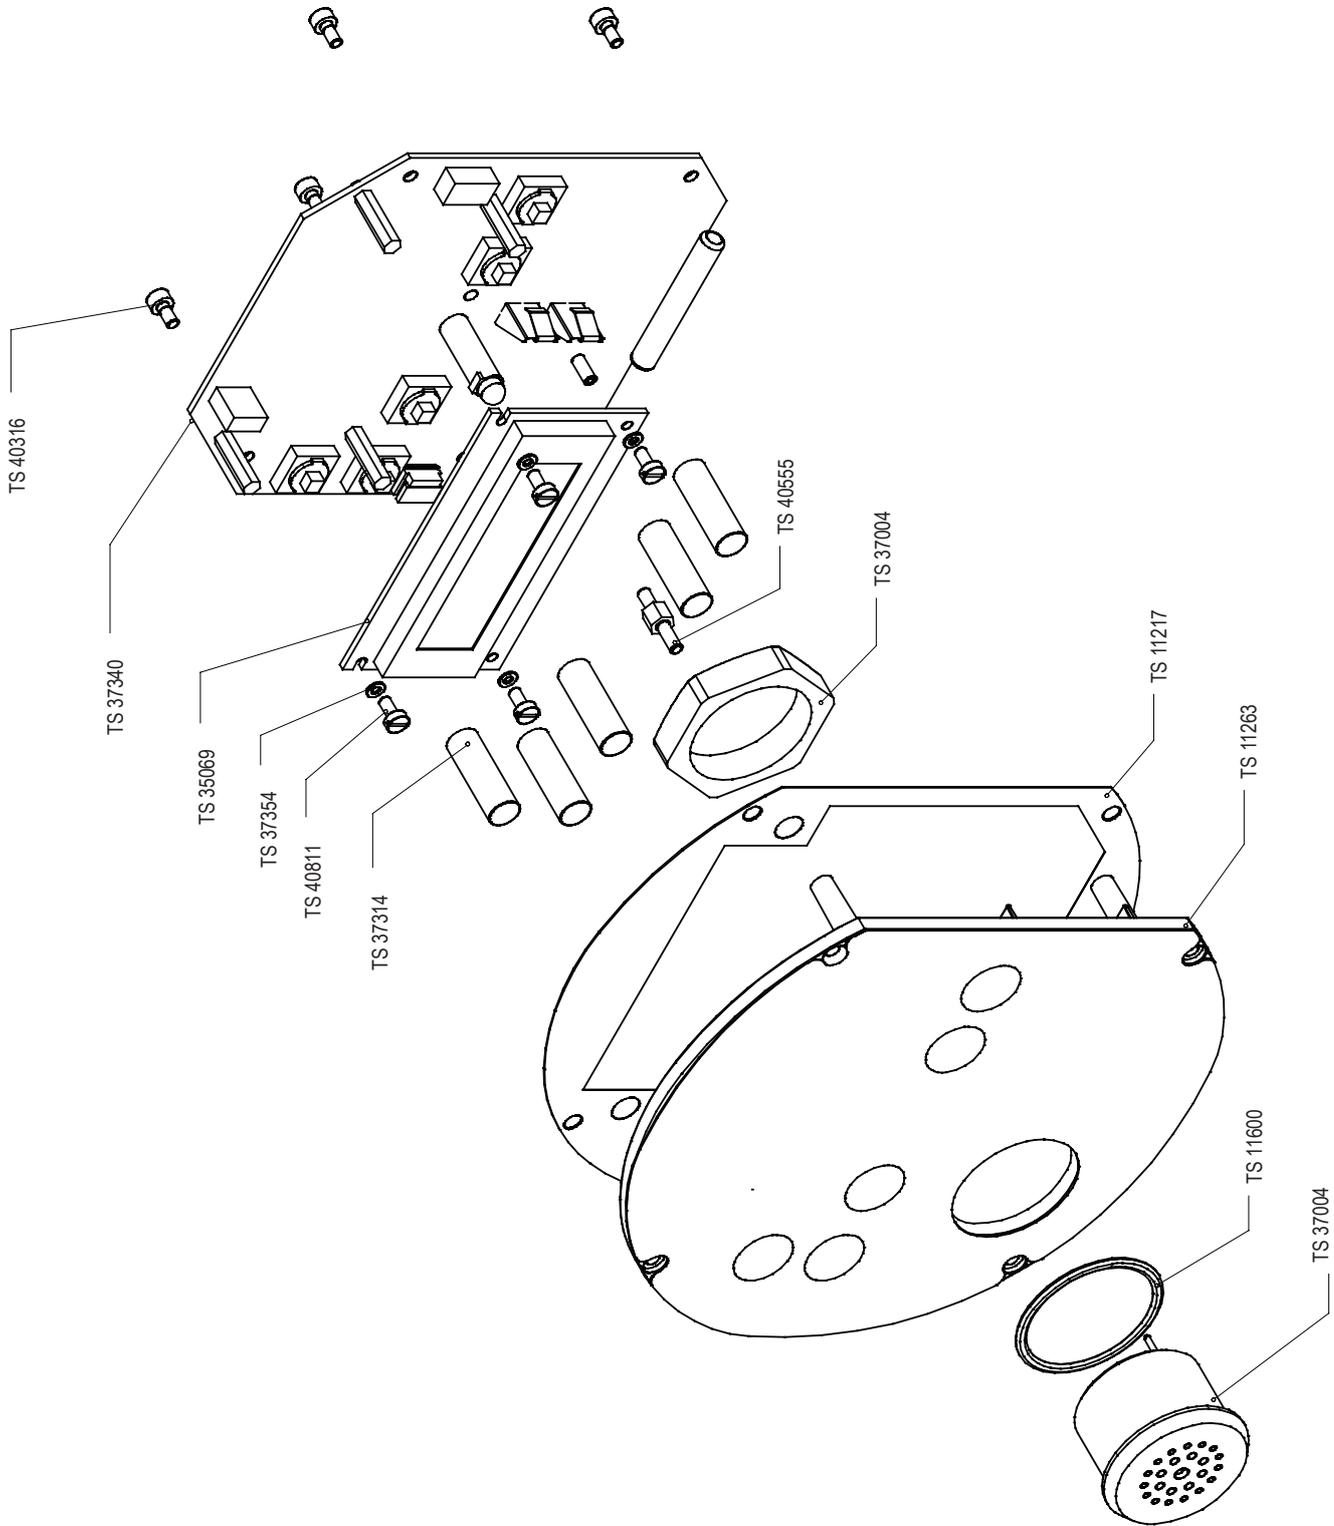

Рис. 13-2: блок дисплея в сборе TS 10210, детали
- Рисунок 13-2: блок дисплея в сборе TS 10210, детали